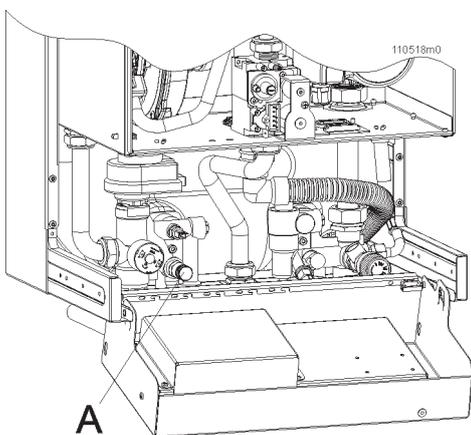

Abbildung 54 - Entleerungshahn des
- Einen Gummischlauch an den Entleerungshahn „A“ (siehe Abbildung 54) anschließen und in eine Spüle o.ä. leiten.